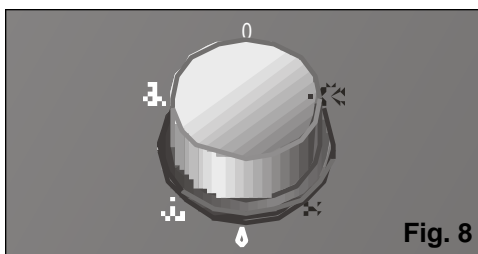

Fig. 8
- ❑ Kies de maximale of de geluidloze functie van de luchtbehandeling, Fig. 8. (de functie geluidloze koeling vermindert de luchtmassa \otimes van \otimes het apparaat).